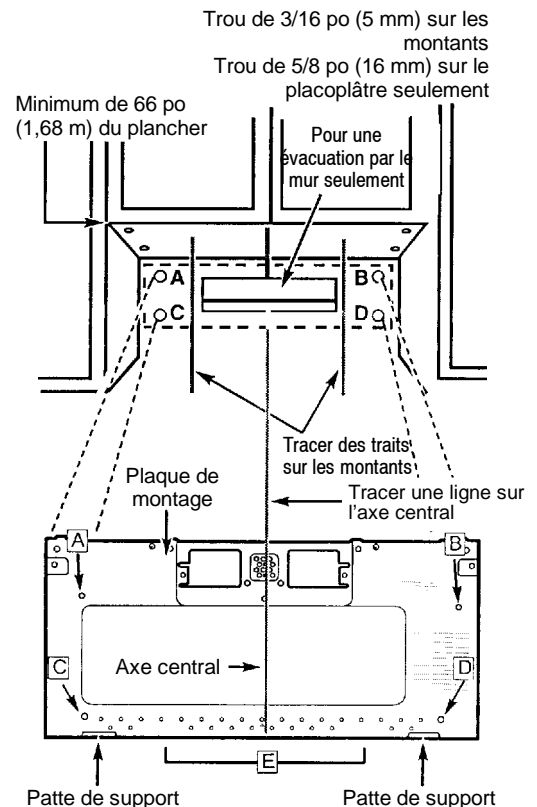
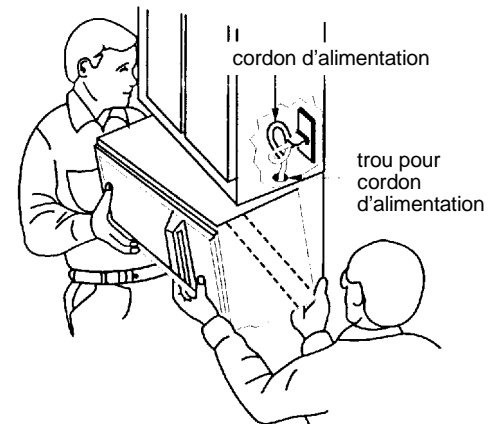

Figure 26
Figure 30
1. Soulever avec soin le four à micro-ondes et le suspendre sur les pattes de support (voir la figure 26) au bas de la plaque de montage. Passer par l'armoire supérieure pour faire passer le cordon d'alimentation dans le trou ménagé à cet effet dans le dessous de l'armoire supérieure. Voir la figure 30.